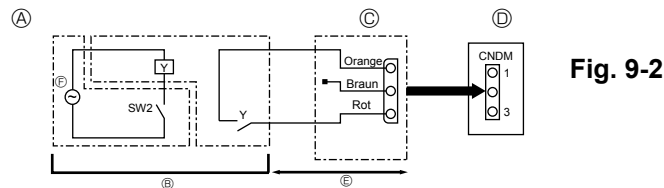

Fig. 9-2
- ⑥ Adaptador de contacto externo (PAC-SC36NA)
⑦ Cuadro de control de la unidad exterior
⑧ Máx. 10 m
⑨ Fuente de alimentación del relé
9.2. Función de demanda (modificación in situ) (Fig. 9-2)